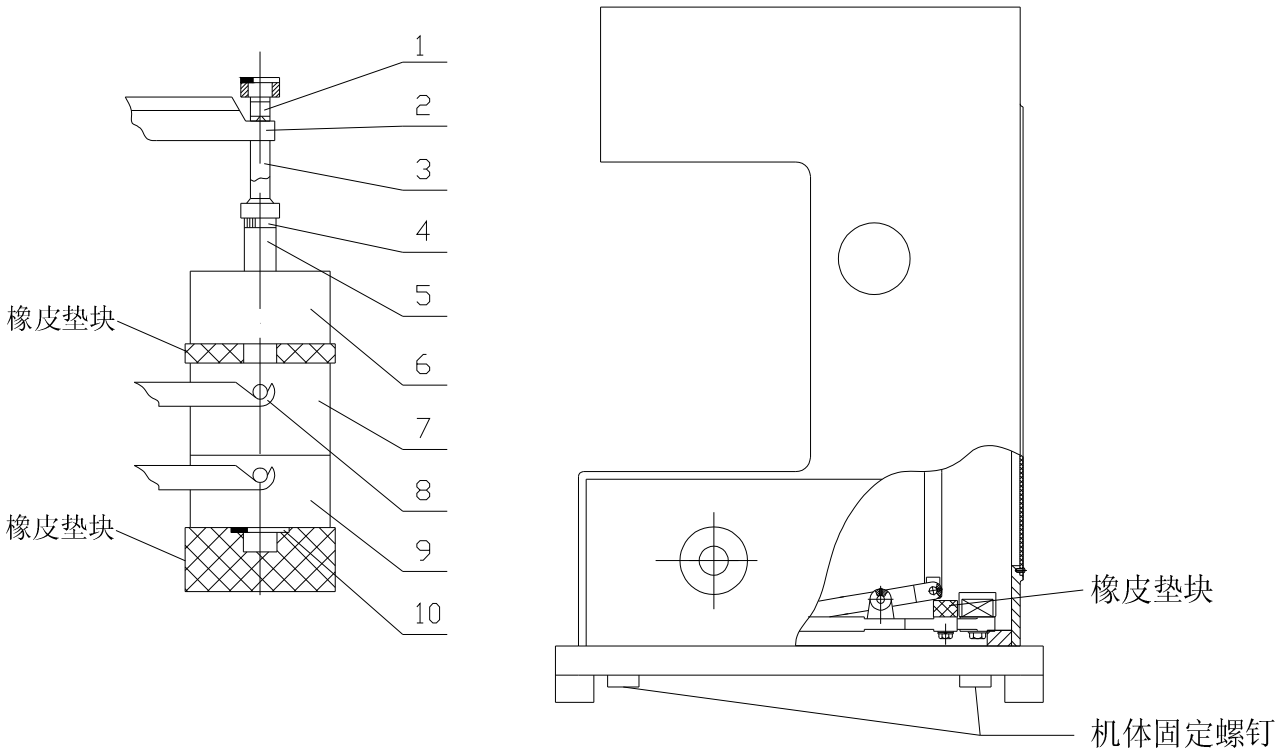
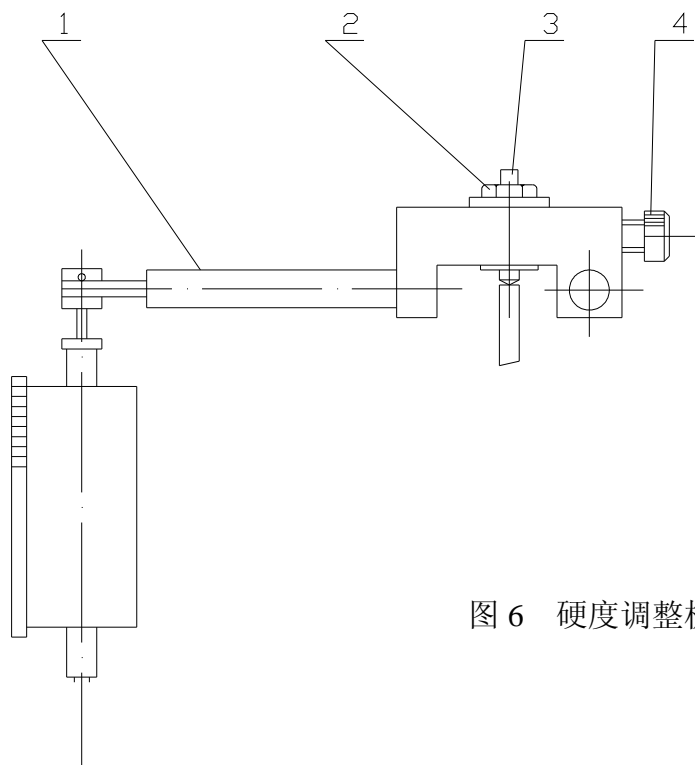

图 4 砝码机构及垫块和机体螺钉示意图
图 6 硬度调整机构
3.1.2 硬度计放置妥当后，先将机体固定螺钉拆除，再旋出 4 只上盖螺钉（5），用吸钩按在上盖，然后取出上盖（6），将机体内扣住测量杠杆（1）上的橡皮筋解去（图 6），以及主杠杆（2）尾部的扎带（图 4），及时盖上上盖防止灰尘入内。逆时针转动旋轮(1)，取出升降丝杆上垫块，从升降丝杆上拔出其最上面的保护罩（2），取下另外 2 只保护罩，将升降丝杆上的防锈油擦尽，涂上少量薄质机油润滑。然后安装好保护罩，放上试台（3）。最后打开后盖（8），将固定活动部件的白纱带以及砝码（6）（9）和连杆部分下面的橡皮垫块去除（图 4）。
### 4.3 硬度示值精度调整（图 6）
砝码未安装到位	按图 4 重新安装砝码